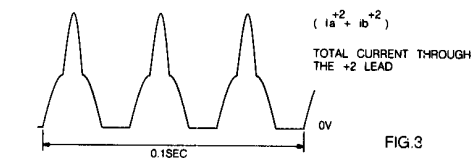

FIG. 3
- Breng het apparaat in service lus 0, schakel S in en regel de instelpotmeter zodanig terug dat er 3 volledige pulsen over een tijd van 0.1 sec. zichtbaar zijn (zie fig. 3).